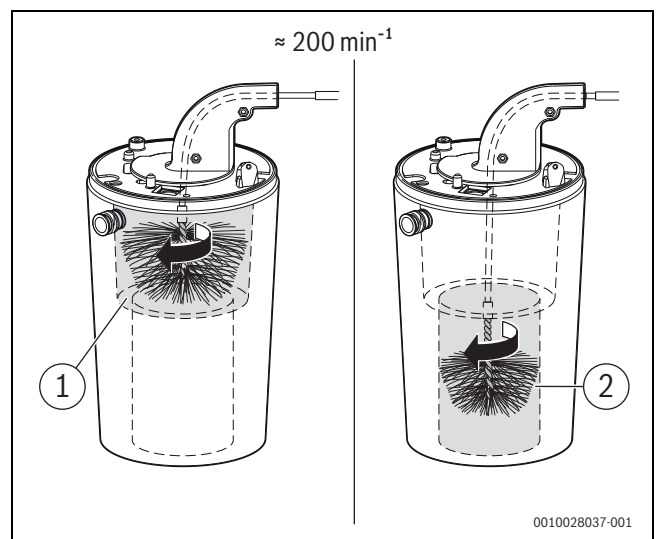

Bild 66 Wärmeblock reinigen (ca. 200 min⁻¹, nur Rechtslauf)
- ▶ Mit kleiner Bürste für den unteren Bereich wiederholen (→ Bild 66, [2]).